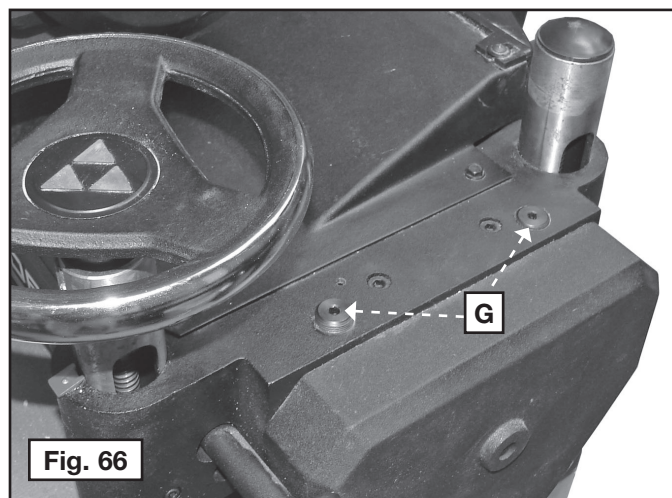

Fig. 66
Los rodillos de avance de entrada y de salida se pueden lubricar a través de cuatro orificios (dos de ellos se muestran en (G), Fig. 66) que se encuentran en el cabezal de la cepilladora.
Aplique 2 o 3 gotas de aceite para máquinas 10 W en cada orificio (G) Fig. 66 cada 50 horas de uso.